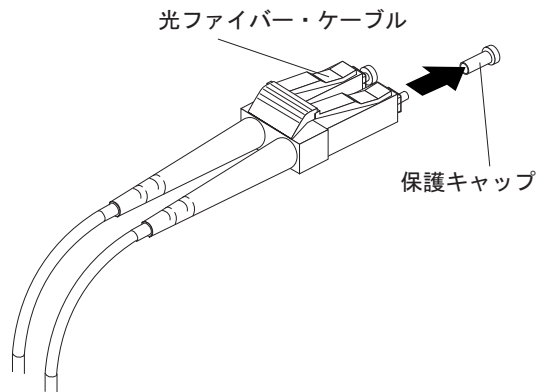

図 31. 光ファイバー・ケーブルの保護キャップの取り外し
3. 図 31 に示すように、LC-LC ケーブルの一方の端から保護キャップ 2 個を取り外します。将来の利用のために、保護キャップを保管しておきます。